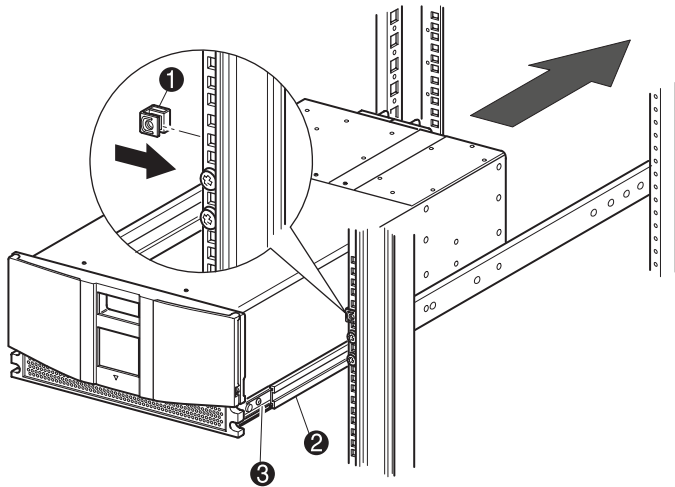

Figura 2-4. Installazione della libreria
3. Inserire i due dadi di scorrimento su ciascuna guida verticale del cabinet, in modo tale che siano allineati alle due unità del rack situate al di sopra delle viti della staffa della guida (vedere la Figura 2-4).
5. Inserire con attenzione le guide di scorrimento interne della libreria nelle guide di scorrimento intermedie estese (vedere la Figura 2-4).